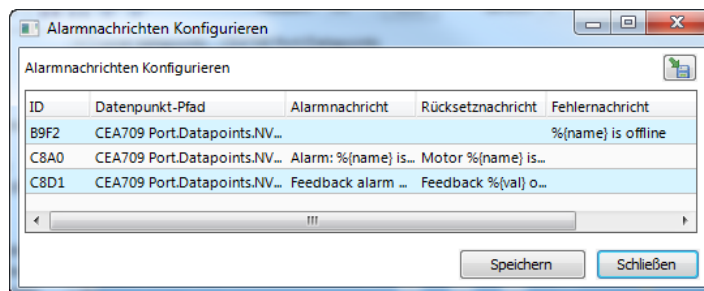

Abbildung 33: Tabellenansicht für das Multi-Edit von Alarmpmeldungen.
- **Alarmpnachrichten konfigurieren:** Benutzen Sie diese Option vom Kontextmenü, um Alarmpnachrichten (Alarm-, Rücksetz-, Fehlernachricht) einer Mehrfachauswahl von Datenpunkten zu editieren. Ein Dialog mit einer Tabellenansicht erscheint wie in Abbildung 33 gezeigt. Editieren Sie die Nachrichten direkt in der Tabelle. Als Alternative klicken Sie auf den Export-Knopf , um die Tabelle in eine CSV-Datei für das Weiterverarbeiten in Excel zu exportieren. Importieren sie eine CSV-Datei mit Alarmpnachrichten im Menü **Werkzeuge → Alarmpnachrichten importieren**.